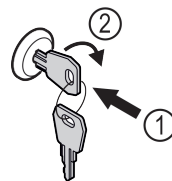

Fig. 157
- ▶ Вдавити ключ Fig. 157 (1).
- ▶ Повернути ключ на 90° за годинниковою стрілкою Fig. 157 (2).